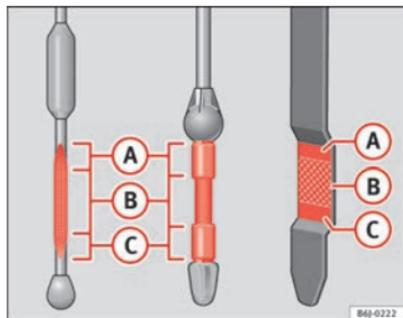

Fig. 166 Varilla de medición del nivel de aceite
- A continuación, vuelva a extraerla y compruebe el nivel de aceite ⇒ fig. 166. En caso necesario, reponga aceite del motor.